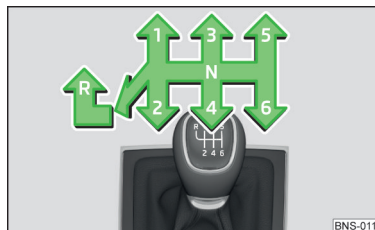

Fig. 258
» fig. 258.
- Appuyez le levier vers le bas, enclenchez le levier de vitesses entièrement vers la gauche, puis vers l'avant en position **R** » fig. 258.